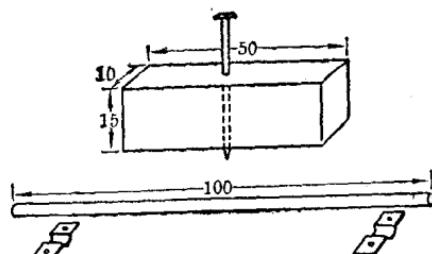

图 11
6. 机头垫高板：用 $10 \times 15 \times 50$ [毫米]³ 木条一根，制机头垫高板，也即前轮轴架。先在木条中央钻一小孔，孔径略大于固定用的钉子直径，以便木条能绕钉子旋转，然后在车头散热板下面装前轮轴的部位正中，把钉子连木条钉上。接下来用两条铁片将前轮轴向上托住，用钉子把轴固定在垫高板的下方(图 11)。